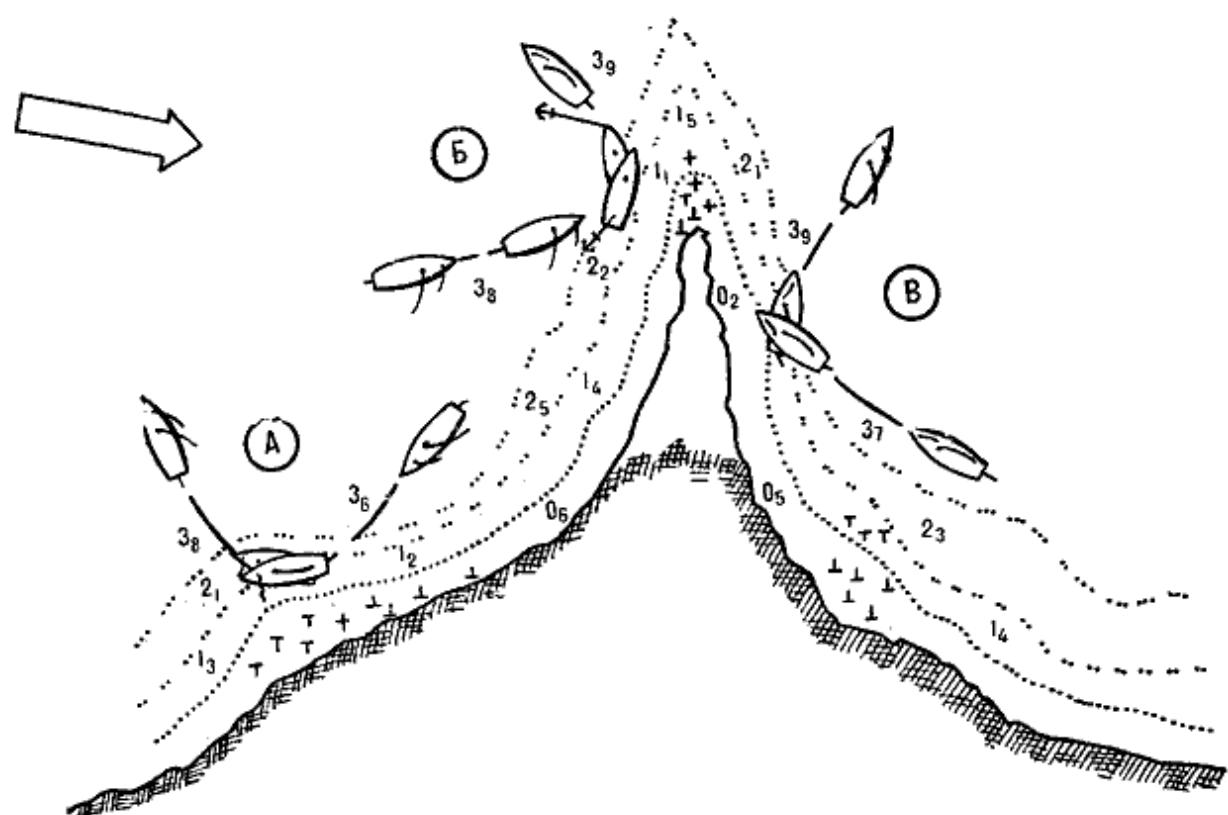

Рис. 138. Случаи посадки на мель:
- В практике плавания на яхтах принято рассматривать три основных случая посадки (**рис. 138**):— на мель, находящуюся под ветром от курса яхты (на подветренную);